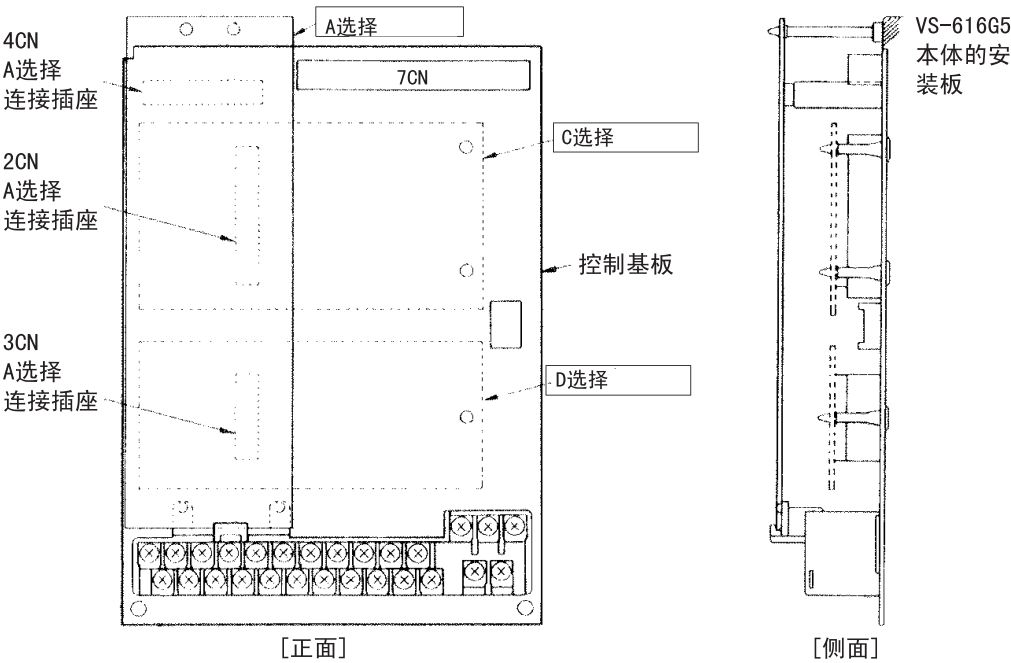

图 7.32 选项卡的安装位置
- 3. 请确认选项卡的安装位置（A.C.D）（参照图 7.32）